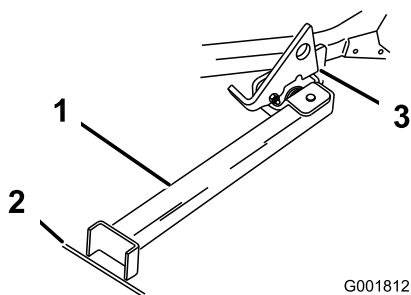

**Figura 46**
2. Retire o pino do suporte (Figura 46).
4. Rode o pé do apoio e deslize-o em direção à máquina, no fundo da ranhura (Figura 46 e Figura 47).
5. Coloque novamente o apoio na posição de descanso (Figura 46).